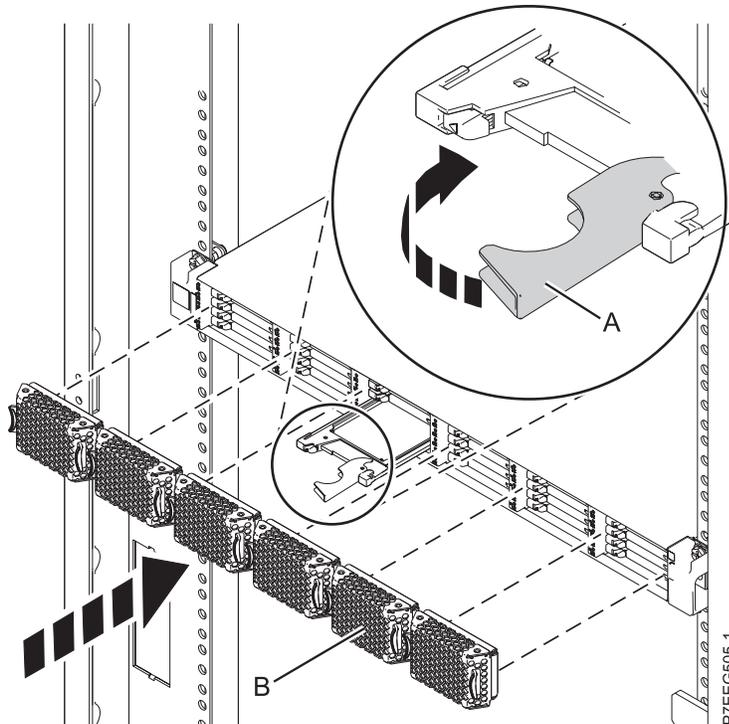

Figura 52. Sustitución de una unidad de estado sólido en Alojamiento de almacenamiento PCIe de EDR1.
4. Cuando el LED de identificación de la unidad de estado sólido se encienda de manera fija, deslice la unidad de estado sólido hasta el fondo de Alojamiento de almacenamiento PCIe de EDR1 y asegúrese de que queda totalmente encajada. A continuación, gire el asa (A) hasta la posición de bloqueo. Consulte Figura 52 en la página 85.
6. Instale la placa frontal (B).